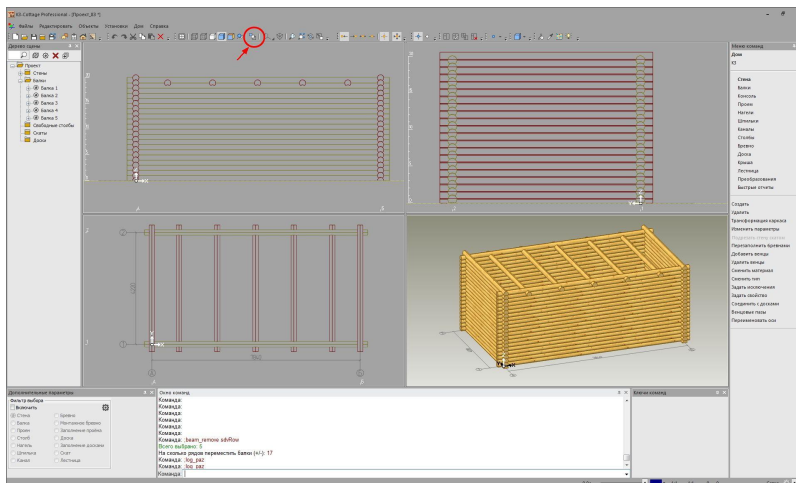

Рисунок 1
2. На панели инструментов нажмите правой кнопкой мыши пиктограмму  (см. Рисунок 1) и в появившейся карточке нажмите кнопку **Добавить** (см. Рисунок 2). В таблицу слоев будет добавлена строка нового слоя с условным именем *слой2*.